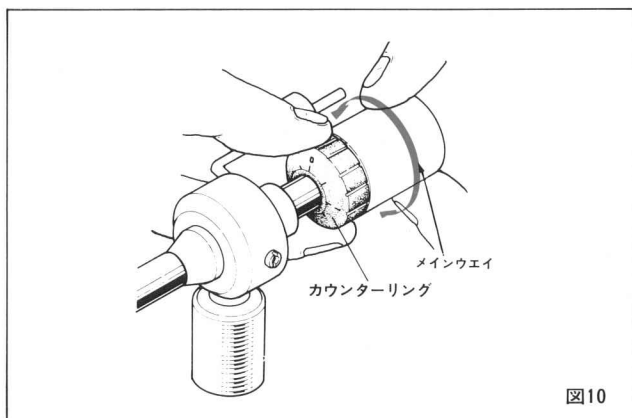

図10
- ①バランスの取れた位置でメインウェイトが動かないようにし、メインウェイト前部のカウンターリングだけを回して数字の0をトーンアーム軸のセンターラインに合わせます。(図10)